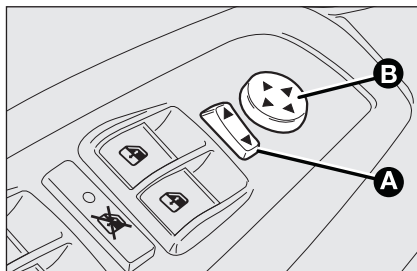

fig. 35
- mediante il selettore **A**-fig. 35 selezionare lo specchio (sinistro o destro) su cui eseguire la regolazione;